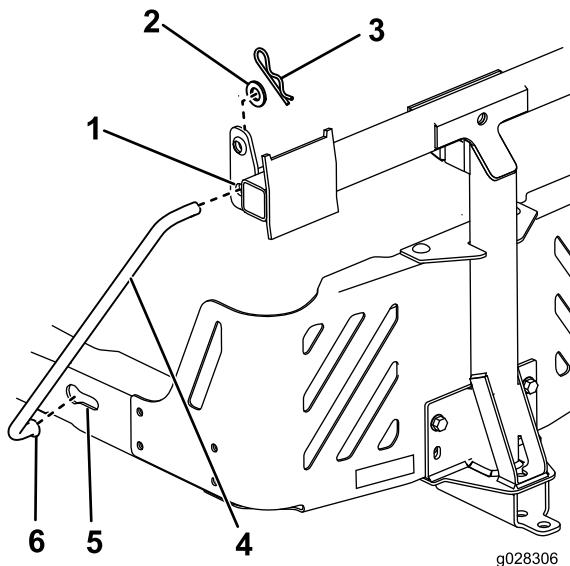

Figura 14
5. Instale el extremo doblado abocinado de una varilla en la ranura con forma de bocallave en el lado izquierdo del bastidor de la máquina y mueva la varilla hacia atrás para que se apoye en el bastidor (Figura 14).
6. Introduzca los extremos doblados de las varillas en el montaje de accesorios, según se muestra en Figura 14, y sujeté el extremo de cada varilla con una arandela y una chaveta.